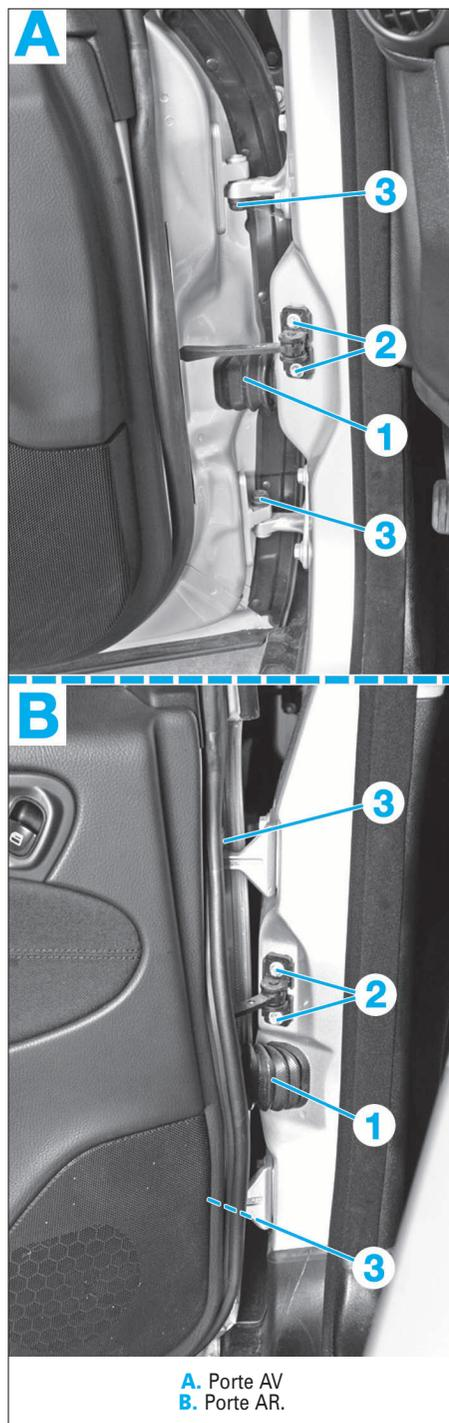

FIG. 50
- Déclipper et écarter le soufflet (1) (Fig.50).